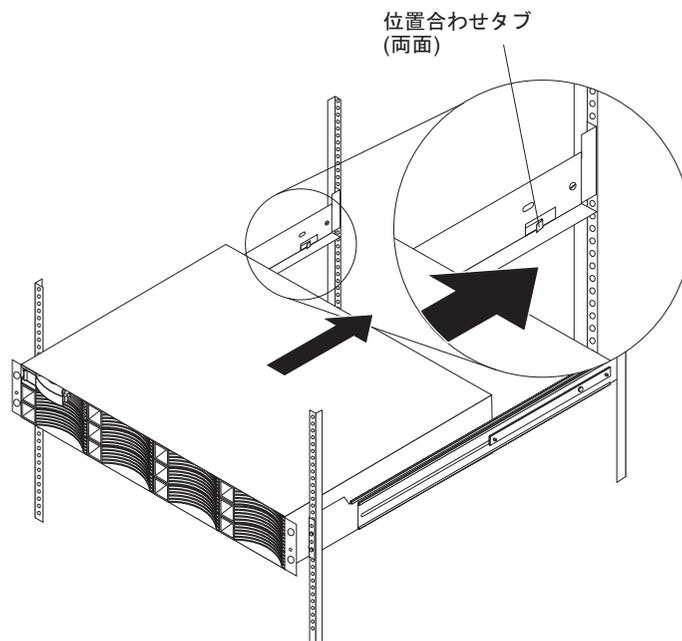
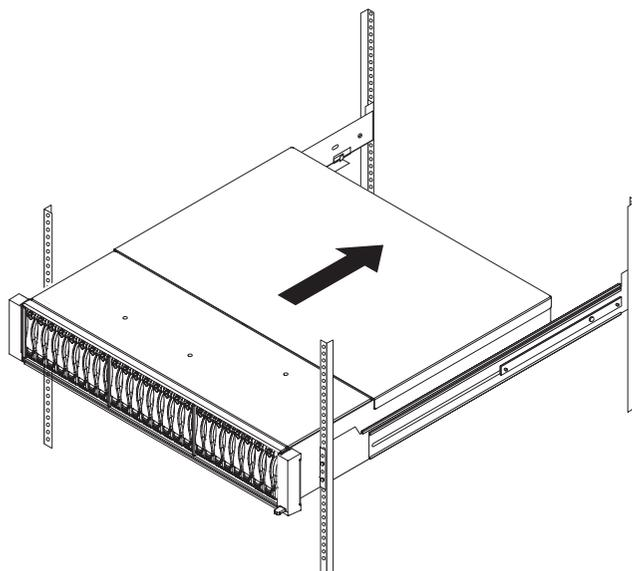

図9. ラックでの DS3512 または EXP3512 の位置決め
図 10. ラックでの DS3524 または EXP3524 の位置決め
2. DS3512 および EXP3512 については図9、DS3524 および EXP3524 については 12 ページの図 10 に示すように、ストレージ・サブシステムまたは拡張エンクロージャの後部をサポート・レールの上にスライドさせます。